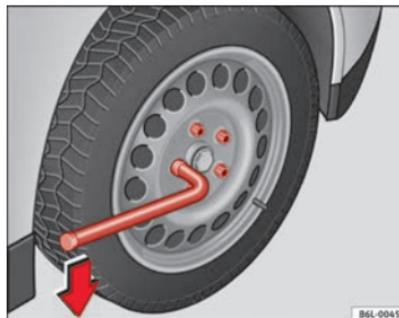

Fig. 133 Changement de roue : dévissez les vis de roue
- Attrapez la clé par l'extrémité et faites-lui faire environ un tour vers la **gauche** ⇒ fig. 133.